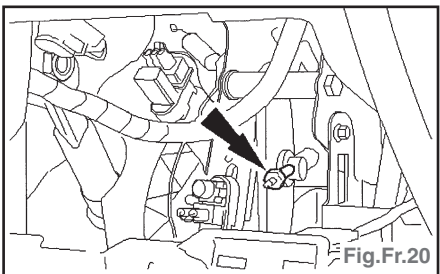

Fig.Fr.20
- Détacher la tige de commande de servofrein de la pédale de frein (Fig.Fr.20).